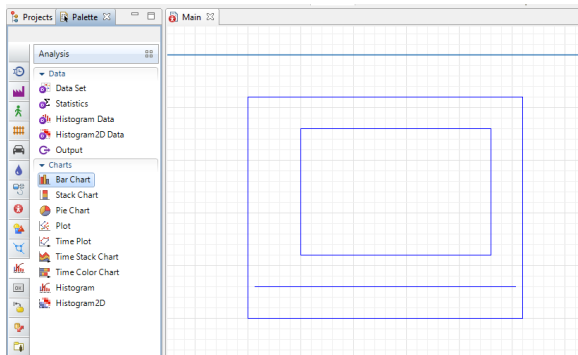

Рисунок 2.30 – Створення стовпчикової діаграми
- Відкрийте панель **Analysis** (статистика). Перетягніть елемент **Bar Chart** (стовпчикова діаграма) до графічного редактору (рис. 2.30)